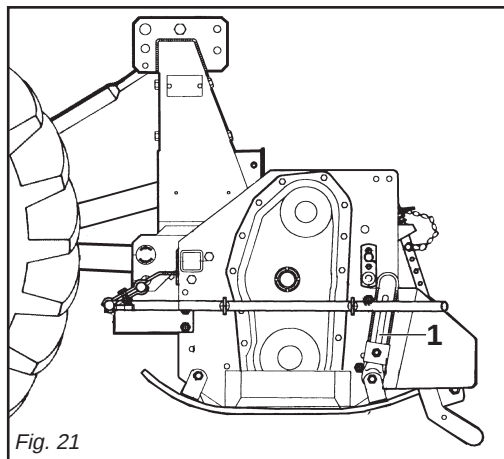

Fig. 21
**Macchine con slitte:** per regolare la profondità nelle macchine con slitte, è necessario allentare la vite di registro (1 Fig. 21), alzare o abbassare la slitta nella posizione desiderata, riavvitare poi la vite di registro. Questa operazione va effettuata su tutte e due le slitte e varia a seconda del terreno.
**Machine with skids:** to adjust working depth on this type of machine you must loosen the adjustment screw (1 Fig. 21) and raise or lower the skid the desired amount. Then retighten the screw. Both skids should be subjected to this operation which will vary according to the type of soil.
**Maschine mit Schlitten:** um die Arbeitstiefe der Maschine mit Schlitten zu bestimmen, ist es notwendig die Stellschraube zu lockern (1 Abb. 21), den Schlitten im gewünschten Maße zu heben oder zu senken, und die Stellschraube wieder anzuziehen. Diese Vorgang ist auf beiden Kufen vorzunehmen und hängt von der Bodenbeschaffenheit ab.
**Machine avec patins:** pour régler la profondeur sur les machines avec patins, desserrer la vis de réglage (1 Fig. 21), soulever ou abaisser les patins à la mesure désirée et revisser la vis de réglage. Cette opération doit être effectuée sur les deux patins et varie selon le sol.
**Máquinas con correderas:** para ajustar la profundidad en las máquinas con correderas, hace falta quitar el perno de registro (1 Fig. 21), subir o bajar las correderas de la misma deseada y volver a introducir el perno en su agujero. Esta operación se efectúa sobre ambas correderas y varia de acuerdo al terreno.